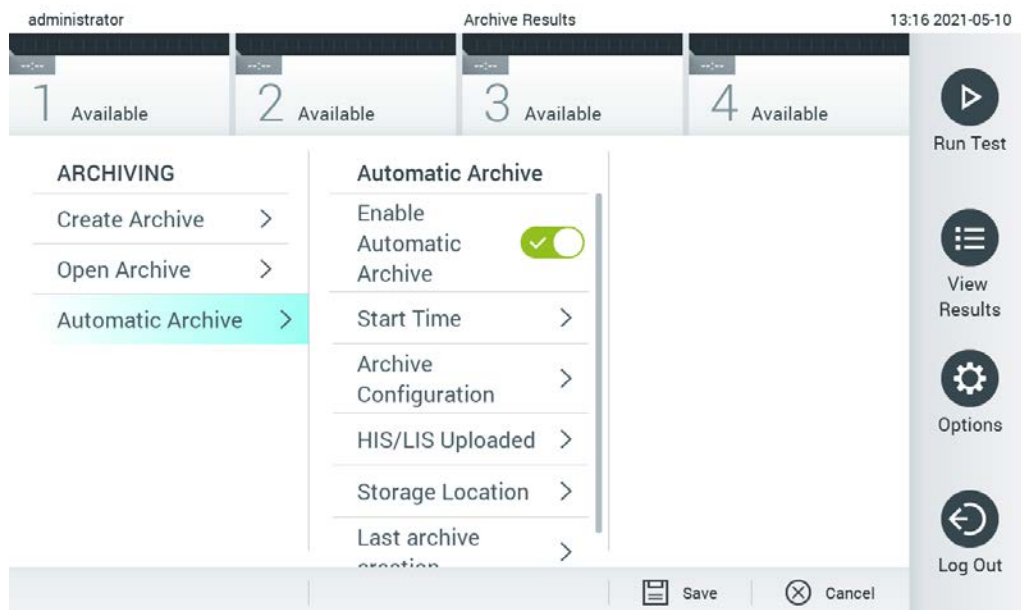

Figura 57. Opções de arquivo automático.
2. Prima **Automatic Archive** (Arquivo automático) e ative a funcionalidade (Figura 57, na página seguinte).